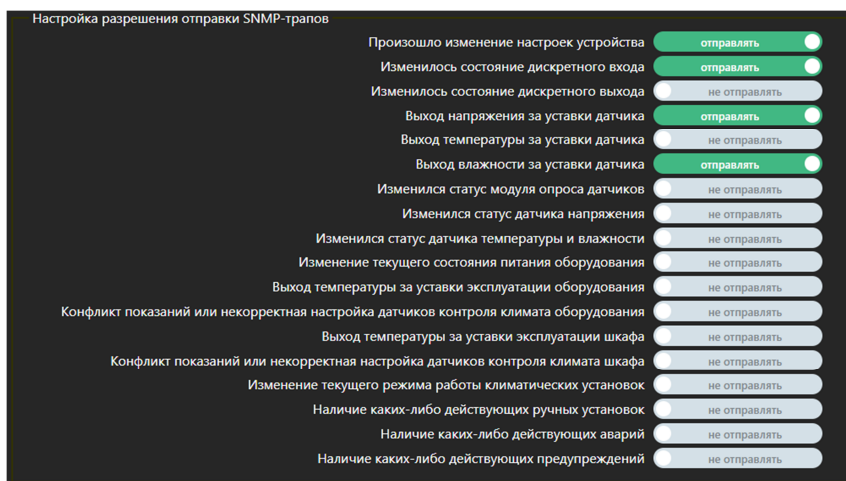

Рис. 2.8. Список SNMP-трапов
- установить разрешения отправки SNMP-трапов (см. рис. 2.8).